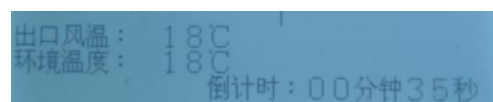

图 23 HMCXZW 变频电源装置倒计时显
7.4.3 试验过程中，需要计时。按动控制箱面板上的“计时启动”。在屏幕的最下角显示倒计时的时间见图 23；当计时秒表达到和超过【时间设定值】时系统自动报警。